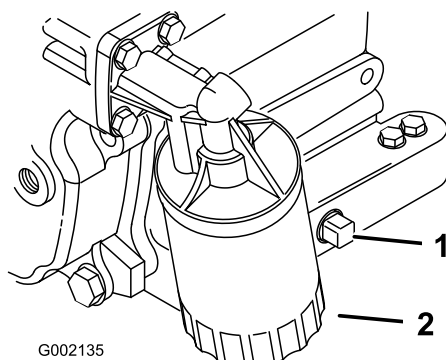

Figura 35
5. Retire o tampão de escoamento (Figura 35) e deixe o óleo escorrer para um recipiente adequado. Quando o óleo parar, volte a montar o tampão de escoamento.
2. Retire o filtro do óleo existente (Figura 35).